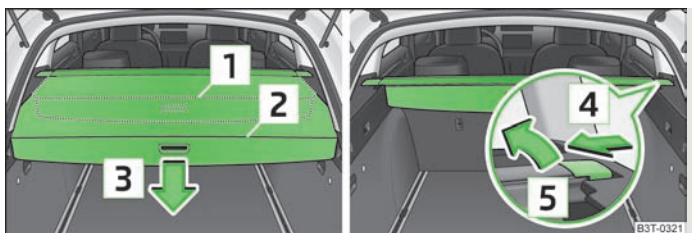

Fig. 70 Coffre à bagages : cache-bagages enroulable/ dépose du cache-bagages enroulable
- Tirez le cache-bagages enroulable jusqu'en butée en position verrouillée » fig. 70.
- Poussez le cache en le prenant par la poignée dans le sens de la flèche » fig. 70 : le cache s'enroule automatiquement dans la position . En appuyant de nouveau, le cache s'enroule complètement.
- Vous pouvez démonter le cache-bagages complètement enroulé pour transporter des objets volumineux en poussant sur le côté de la tige transversale dans le sens de la flèche » fig. 70 et faisant sortir le cache en le poussant dans le sens de la flèche .
- Ouvrez le capot du coffre à bagages. Le cache-bagages s'enroule automatiquement en position » fig. 70.